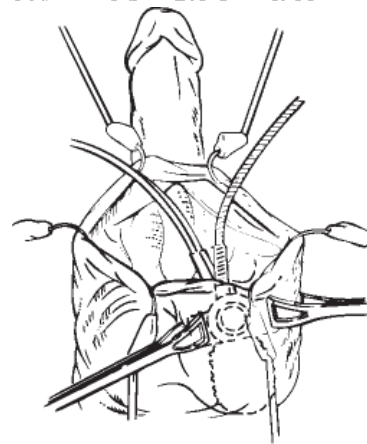

Fig. 4-17. Lägg in pumpen (penoscrotal metod visas)
3. Sätt Allis- eller Babcock-klämmor på pumpslangarna genom den scrotala huden för att hålla pumpen på plats (se fig. 4-17) under återstoden av ingreppet.